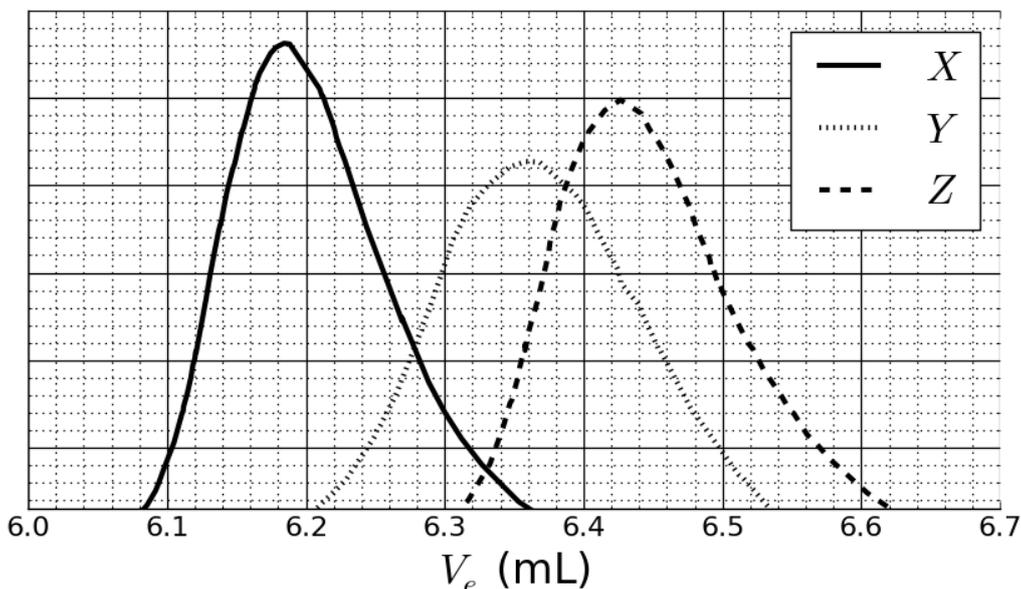

Fig. 2 – Cromatogramas SEC de **3a**, **3b** y **3c** en función del volumen de elución,  $V_e$ .
De la reacción de **1** con **2** se obtienen los copolímeros **3a** después de 20 h, **3b** después de 25 h, y **3c** después de 30 h de reacción a 40 °C. Los resultados de la cromatografía de exclusión por tamaño (SEC por sus siglas en inglés) se presentan en la Fig. 2.
6. **Asigna** las señales observadas en la Fig. 2 a los copolímeros **3a**, **3b** y **3c**.
7. Basado en las curvas de SEC (Fig. 2 y 3) **determina** el volumen de elución  $V_e$  del polímero que corresponde a la curva X y con él **estima** el grado de polimerización  $m$  del segundo bloque. **Presenta** tus cálculos detalladamente. Puedes usar una calculadora o hacer un gráfico.